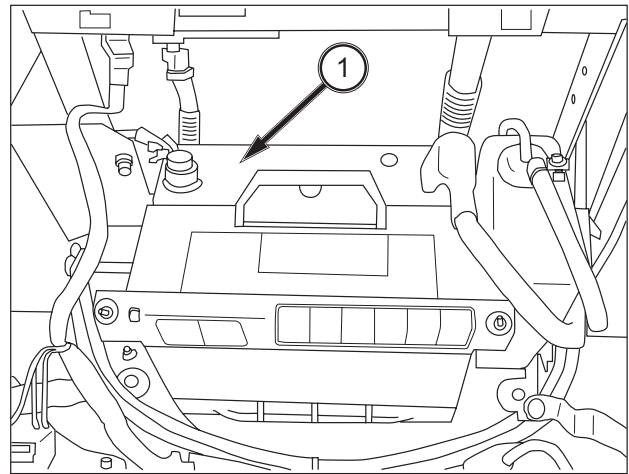

ABB. 142
**ABB. 142:** Die Batterie (1) befindet sich unter der Motorhaube vor dem Kühler. Für kleinere Wartungsarbeiten oder zum Laden der Batterie wird empfohlen, das Frontgitter zu entfernen, um die Batterie besser erreichen zu können. Zum Ausbau der Batterie, zur Kontrolle des Säurestands und zur Kabelreinigung muss das Frontgitter vom Traktor entfernt werden. Die Oberseite der Batterie sauber halten und darauf achten, dass die Kabelanschlüsse sauber sind und fest sitzen. Fremdkörper und Verunreinigungen auf der Batterie können Kurzschlüsse und Brände verursachen.